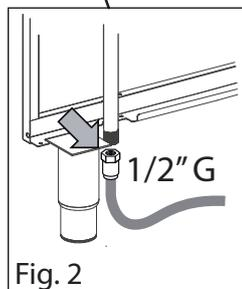

Fig. 2
- Conectar un extremo del tubo de alimentación con el racor del aparato (Fig. 2);
- Abrir la llave de corte arriba del aparato (Fig. 2);
- Montar de nuevo el tornillo con la arandela de estanqueidad gas en el alojamiento correspondiente, abrir el grifo de corte antes del aparato (Fig. 2) y comprobar que no hay fugas de gas.